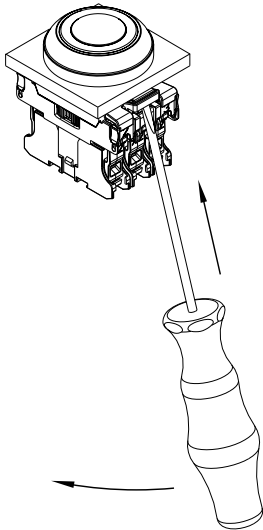

図 14
1. 接点キャリアの取り付けフランジからの取り外し(図14参照):